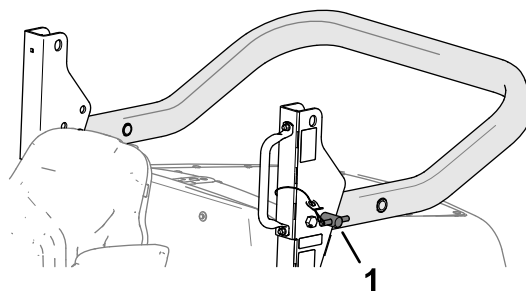

Figure 31
2. Retirez les axes des supports de pivot de l'arceau de sécurité (Figure 31).